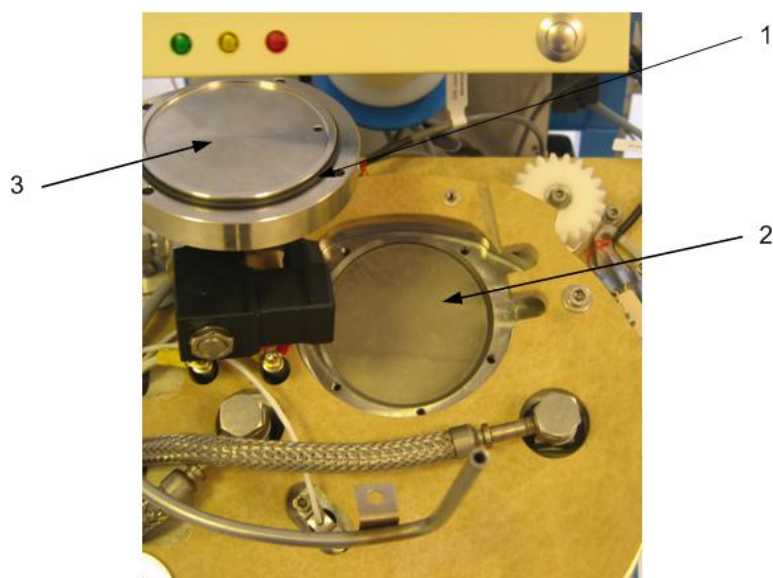

Figure 12 – Échange du filtre à particules
- Basculer le bouchon de filtre (3, Figure 12) pour accéder au logement du filtre à particules (2, Figure 12).
- À l'aide d'un tournevis extraire le filtre à particules et le rebuter (2, Figure 12).
- Vérifier l'état du joint (1, Figure 12) du bouchon de filtre, éventuellement le nettoyer (§ 5.2) ou au besoin procéder à son échange :
- Extraire le joint (1, Figure 12) du bouchon de filtre et le rebuter.
- Insérer un joint neuf (1, Figure 12).
- Insérer un filtre à particules neuf (2, Figure 12) dans son logement.